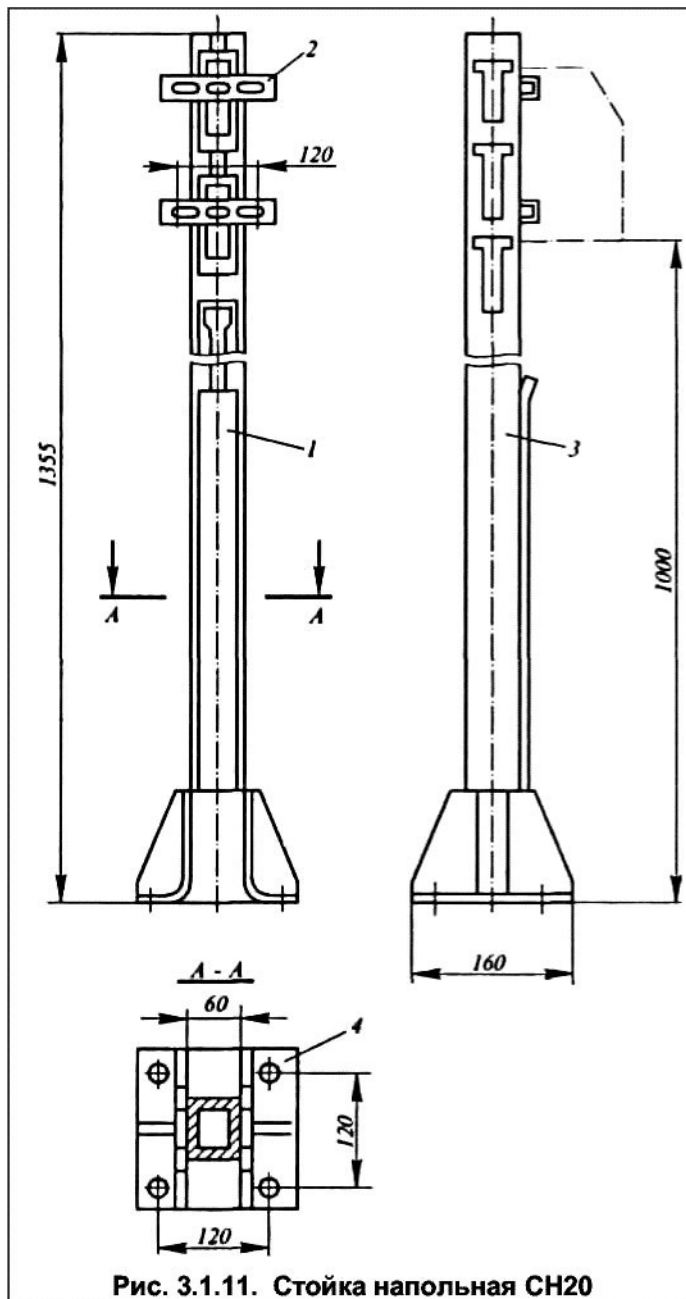

Рис. 3.1.11. Стойка напольная СН20
**Стойки напольные СН20УХЛ2, СН20Т2** (табл.3.1.11., рис.3.1.11) и **опоры ОСН20УХЛ2, ОСН20Т2** (табл.3.1.12., рис.1.12) к ней используются для установки переключателей, кнопочных постов управления, электромагнитных пускателей и других аппаратов.